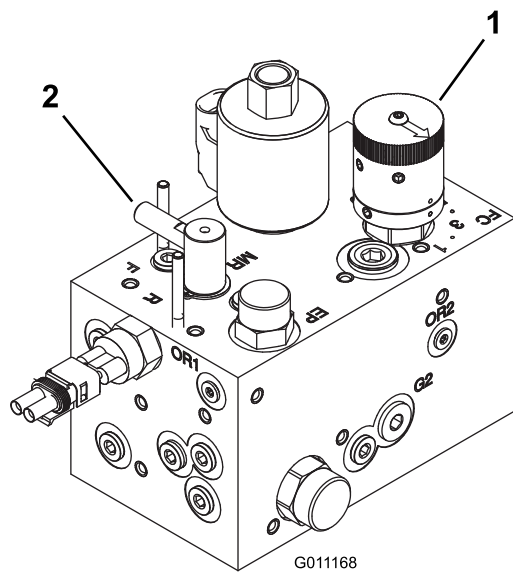

Figure 44
2. Tournez le bouton de commande de vitesse des cylindres (Figure 44) à la position correspondant au numéro trouvé à l'opération 1.